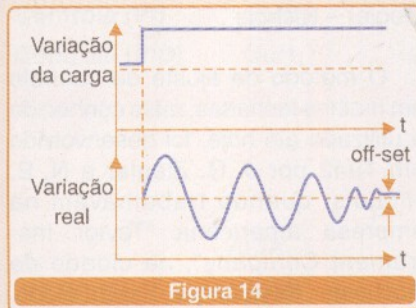

Figura 14
valor desejado *set point* (SP), mas sim ligeiramente fora dele. Isto ocorre porque a malha de controle (amplificadores operacionais, por exemplo) possui um ganho. O erro de *off-set* é inversamente proporcional ao ganho, pois os sinais são sempre tratados pelas entradas inversoras. Desta forma, quanto maior o ganho, menor o erro e vice-versa (figura 14).